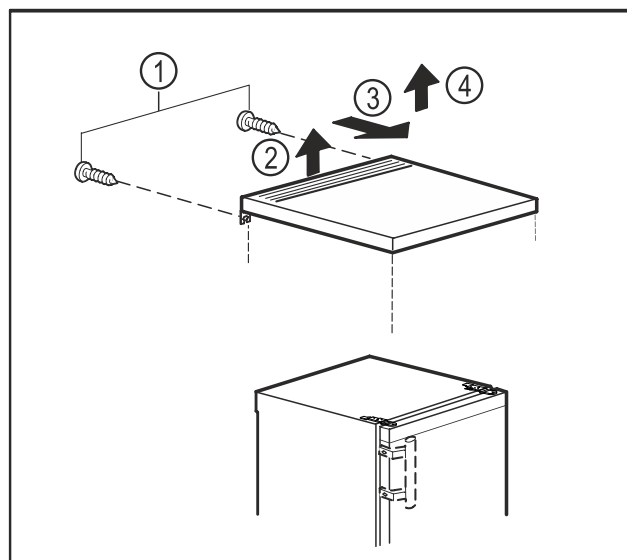

Fig. 10
- ▶ Ta bort skruvar på baksidan. Fig. 10 (1)
- ▶ Lyft topplatta baktill. Fig. 10 (2)
- ▶ Skjut topplatta framåt. Fig. 10 (3)
- ▶ Lyft av topplattan uppåt. Fig. 10 (4)